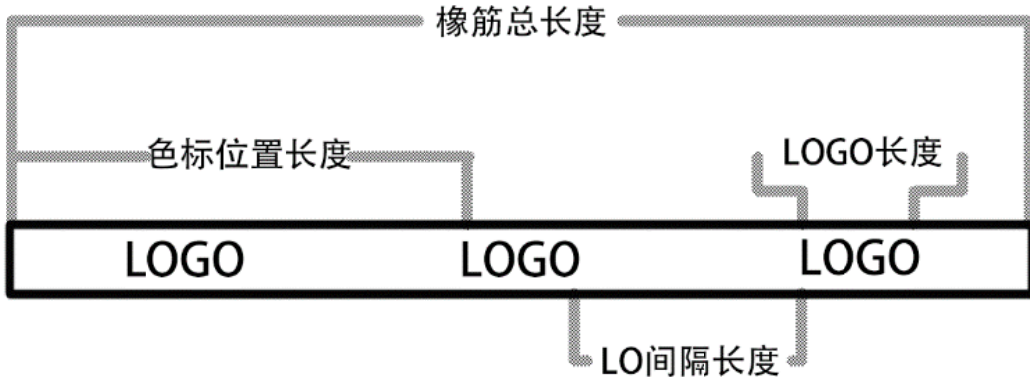

图 2
2、单段式：取样品，量取样品橡筋总长度、色标位置长度、LOGO 长度、LOGO 间隔长度（请见下图 2），将色标传感器放置于色标位置，并将参数输入致操作界面中保存即可使用。